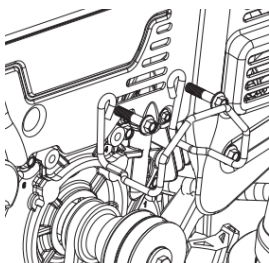

Рисунок 45
3. Ослабьте и снимите ступенчатый винт, который служит в качестве фиксатора ремня. См. рисунок 45.